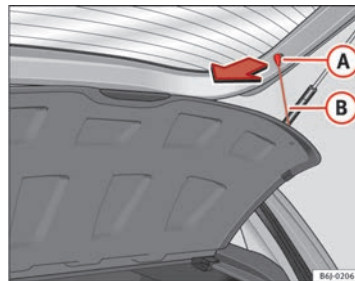

Abb. 96 Hutablage
- Hängen Sie die Stäben ⇒ Abb. 96 (B) aus den Aufnahmen (A) aus.